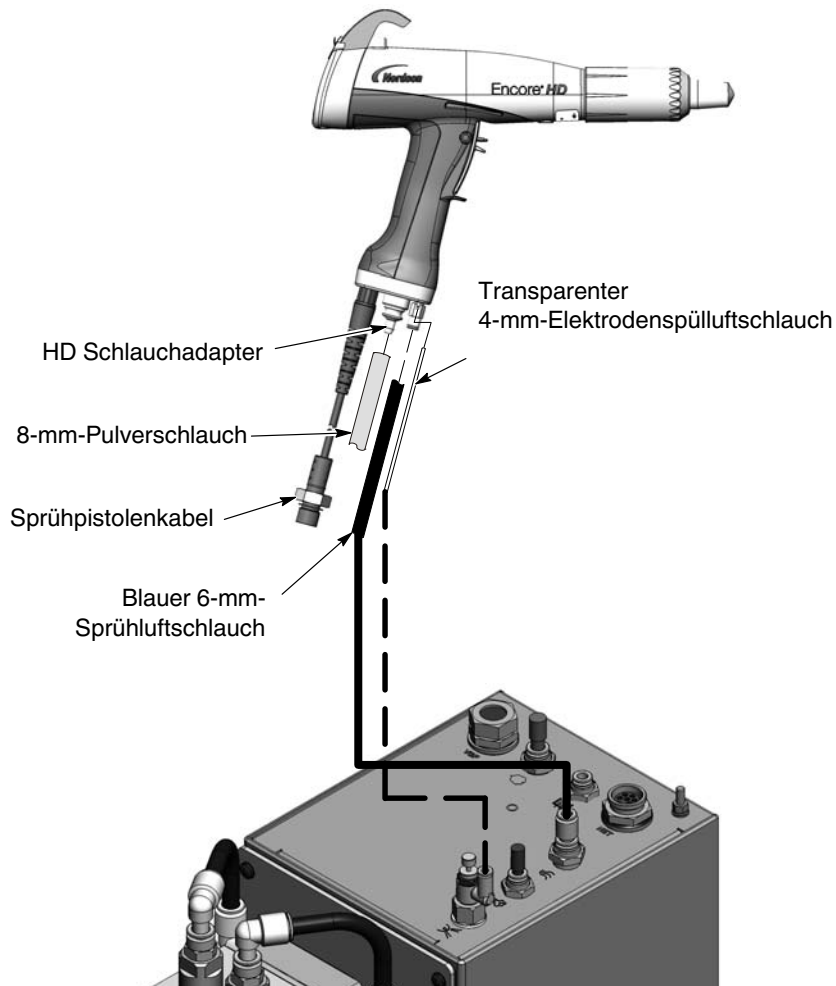

Abbildung 3-5 Sprühpistolenanschlüsse
Siehe Abbildung 3-5.
4. Siehe Abbildung 3-5. Sicherstellen, dass die Sprühpistole nicht ausgelöst ist, dann die Systemsteuerung über den Netzschalter einschalten. Die Anzeigen und Symbole auf der Bedienerschnittstelle und Pistolenschnittstelle sollten aufleuchten.